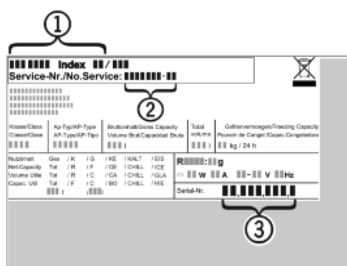

Fig. 15
- ▶ Z typového štítku odčítajte označenie zariadenia Fig. 15 (1), servisné č. Fig. 15 (2) a sériové č. Fig. 15 (3). Typový štítek je na ľavej vnútornej strane zariadenia.
- ▶ Upovedomte zákaznícky servis a oznámte chybu, označenie zariadenia Fig. 15 (1), servisné č. Fig. 15 (2) a sériové č. Fig. 15 (3).